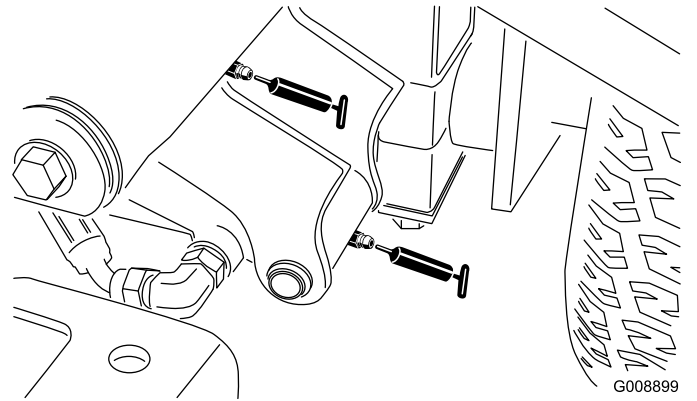

Figura 37
- 2 pivotes de brazo de elevación delantero izquierdo y cilindro de elevación (**Figura 37**)